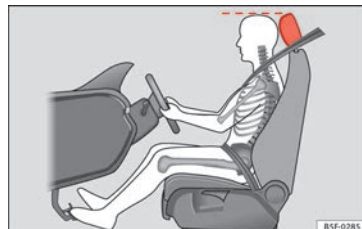

Fig. 72 Posição correta do encosto de cabeça do condutor.
- Ajuste o encosto de cabeça de modo a que o rebordo superior do mesmo fique alinhado com a parte superior da sua cabeça » **Fig. 72.**